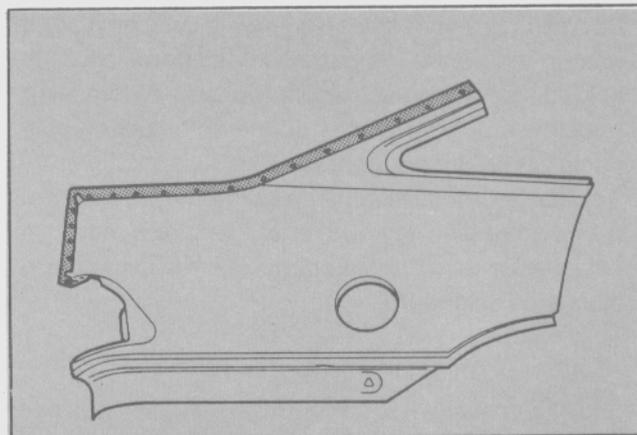

Fig. 30
- Las pestañas de los paneles nuevos deben limpiarse hasta que queden brillantes por ambos lados para conseguir una buena soldadura por puntos. Las mismas se pueden pulir con una esmeriladora y/o calentándolas con un soplete y pasándoles luego un cepillo de alambre (Fig. 30).